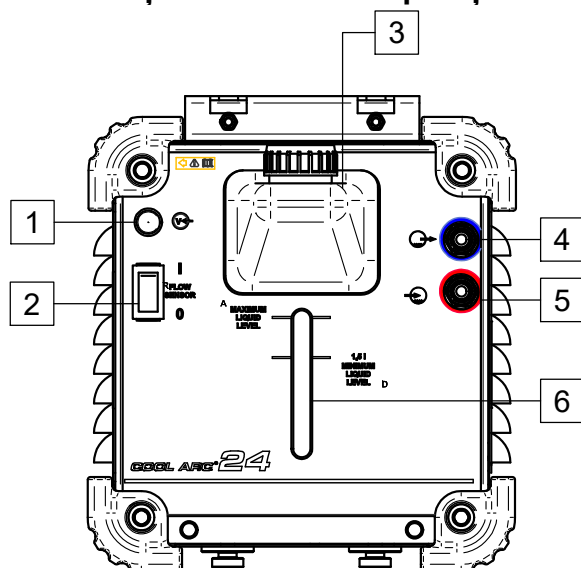

Figura 3
- Conectați furtunurile de apă ale răcitorului la intrarea răcitorului [5] și la priza de ieșire [4] (Figura 3).